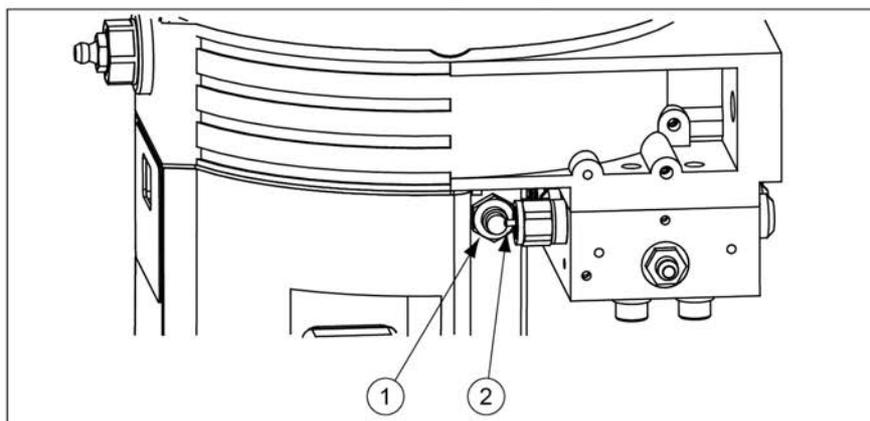

FIGURA 9. INTERRUPTOR DE PROXIMIDADE (1) E PINO DE CONTROLO (2)
1. Carregue no botão do operador (2) para confirmar a avaria. A mensagem (a piscar) muda para continuamente acesa.
3. Carregue no botão do operador (2) (durante 2 segundos) para acionar ciclos de lubrificação até o pino do indicador (pino de controlo) se mover ao longo do interruptor de proximidade. Ver Figura 9.